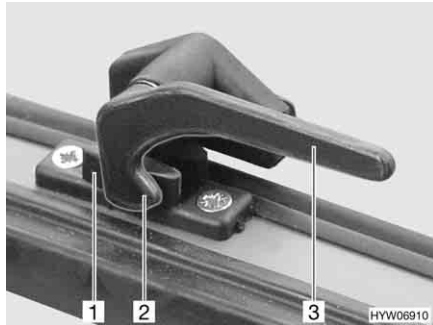

Bild 96 Verriegelungshebel in Stellung "geschlossen"
- Alle Verriegelungshebel (Bild 96,3) eine viertel Umdrehung zur Haubenummitte hin drehen.
- Alle Verriegelungshebel (Bild 96,3) eine viertel Umdrehung zum Rahmen hin drehen. Die Verriegelungsnase (Bild 96,2) liegt auf der Innenseite der Hauberverriegelung (Bild 96,1).
- in Stellung "fest verschlossen" (Bild 96)